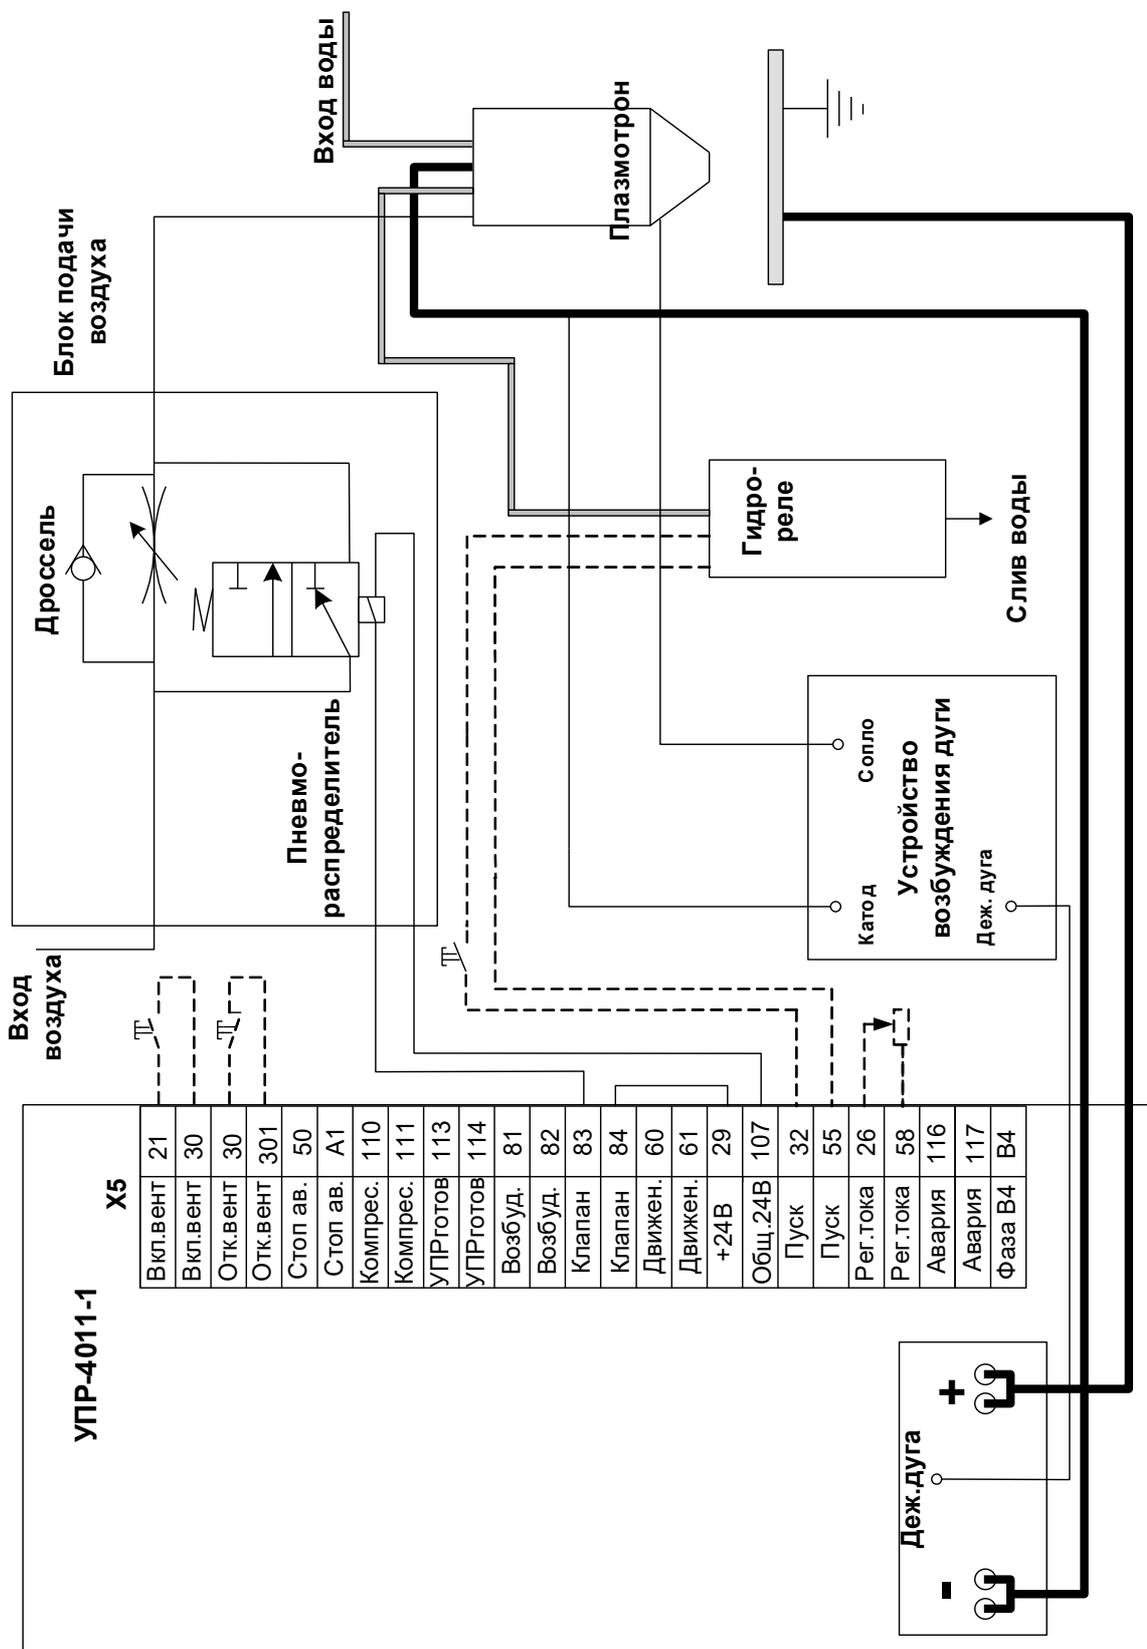

Рис.4 Схема общая установки УПР-4011-1.
8.3. Соедините все узлы установки в соответствии со схемой общей рисунок 4.